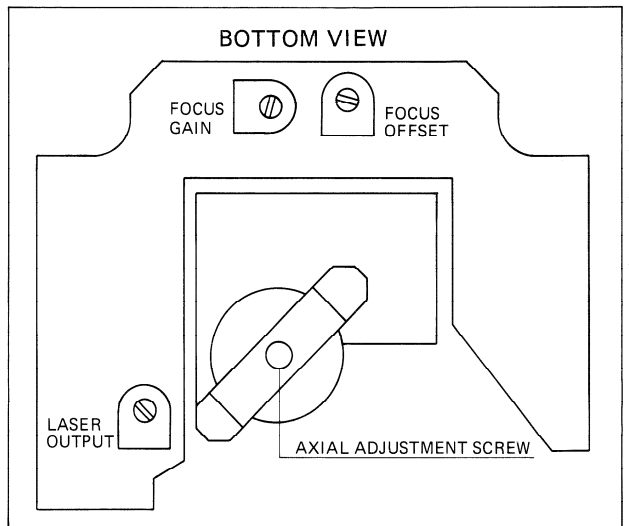

Fig. 4.16
- Mit Trimpotentiometer LASER OUTPUT (auf Laufwerk 1.769.100.36, Fig. 4.16) die Spannung an R63 auf $565mV \pm 75mV$ einstellen.
- Adjust the voltage on R63 to $565mV \pm 75mV$ with the aid of trimmer potentiometer LASER OUTPUT (on player mechanism 1.769.100.36, Fig. 4.16).